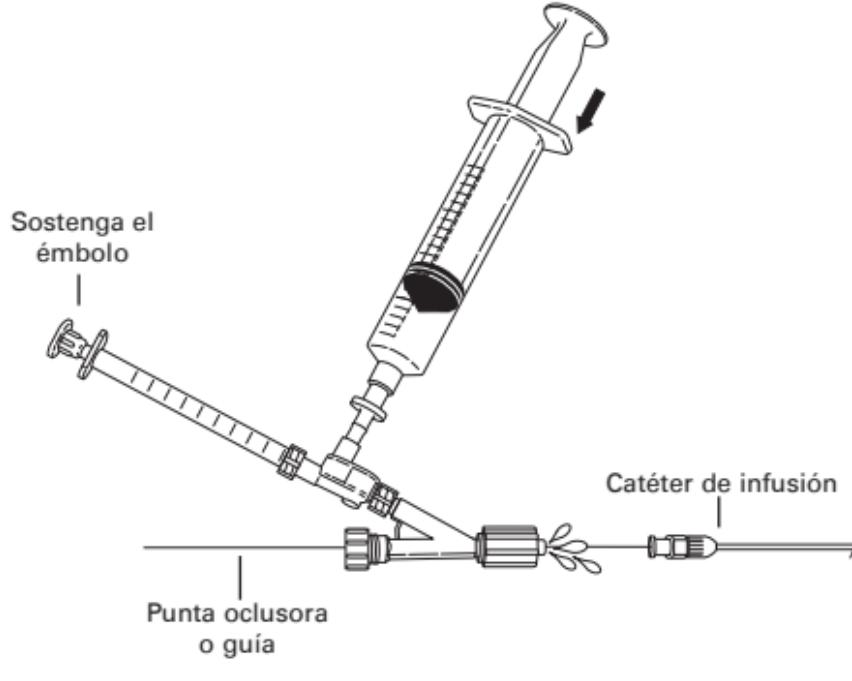

Fig. 5
7. Para conectar la válvula de no retorno y el adaptador Tuohy-Borst al catéter de infusión, afloje la válvula Tuohy-Borst y deslice el conjunto por la punta oclusora. Antes de conectar el conjunto al catéter, mantenga fijo el émbolo de la jeringa de 1 ml y presione la jeringa de 20 ml, y asegúrese de que se purga todo el aire del conjunto. Deje un poco de solución en el acoplamiento Luer-Lock del adaptador Tuohy-Borst antes de conectarlo al catéter de infusión. (Fig. 5)